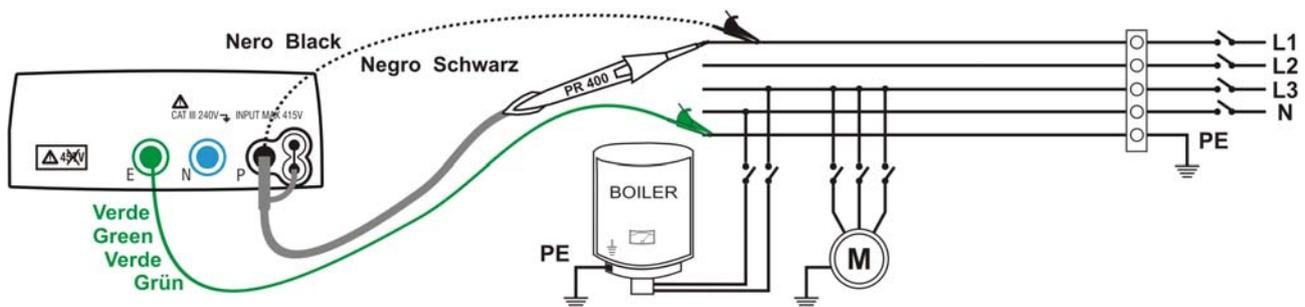

Fig. 6: Verifica dell'isolamento fra fase e terra tramite cavi singoli e puntale remoto
6. Connettere i coccodrilli e/o i puntali e/o il puntale remoto ai capi dei conduttori in esame in accordo alle Fig. 6 e Fig. 7.